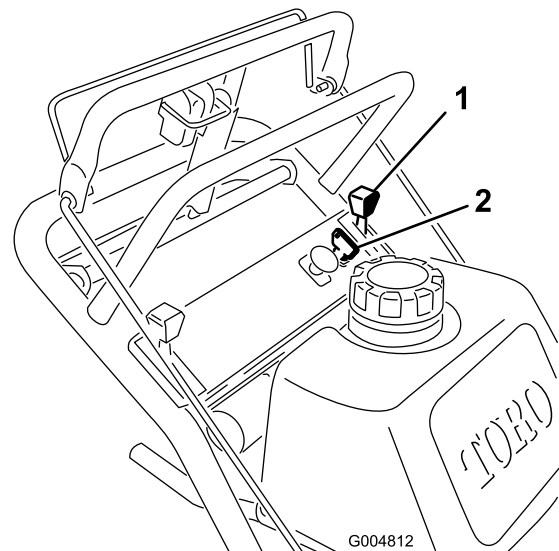

Bild 8
1. Stellen Sie den Gasbedienungshebel auf die Langsam-Stellung (Bild 8).
3. Drehen Sie den Zündschlüssel auf die Aus-Stellung (Bild 8).